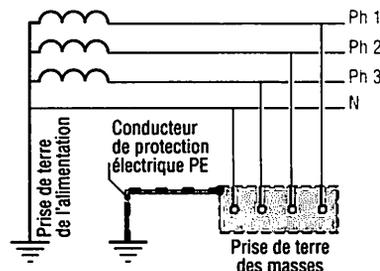

Fig. 7 : Neutre à la terre : TT.
a) Neutre à la terre : TT (fig. 7)